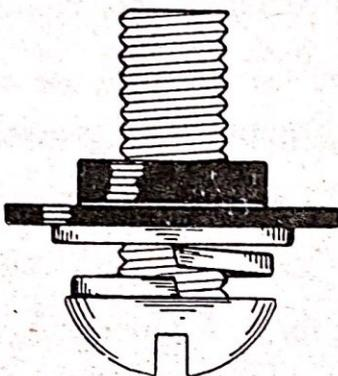

Fig. 25 - Montaggio vite del generatore.
i) montare le ranelle e le bussole sulla vite di fissaggio come appare in fig. 25 curando di dare ad ogni pezzo la posizione esatta della figura;